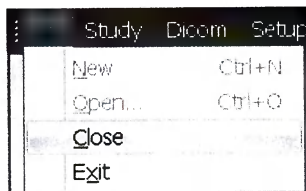

Рисунок 70
- Из окна *Список исследований* уберите текущий архив при помощи опции *Заккрыть* в меню *Файл* (см. рисунок 70).